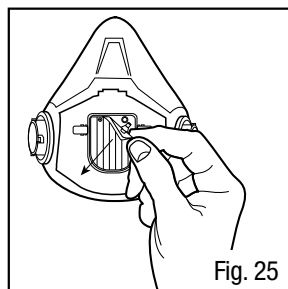

Fig. 25
2. Enlever la soupape d'exhalation 6583 3M^{MC} existante de son siège en la saisissant et en retirant chaque tige de soupape de celui-ci (Fig. 25).